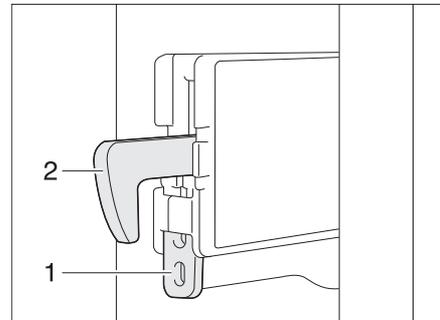

Bild 243 Fixierung Verriegelungshaken
- Die Fixierung (Bild 243,1) nach oben drücken. Der Verriegelungshaken (Bild 243,2) wird nach oben gedrückt und ist außer Funktion.
- Den Verriegelungshaken (Bild 243,2) nach unten drücken. Der Verriegelungshaken ist wieder in Funktion.